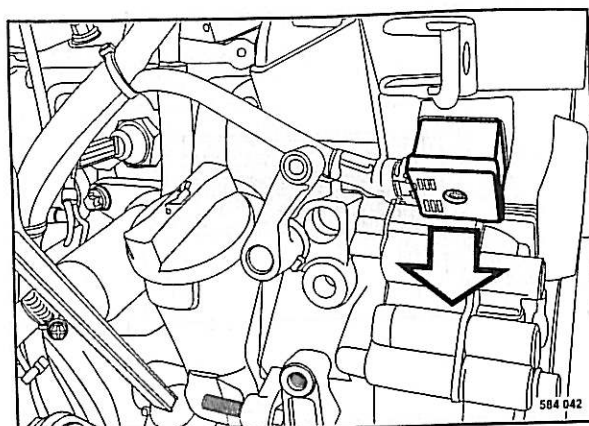

Fig. 108
- Soltar el tornillo de fijación del conector del imán de parada (Fig. 108) y quitar el conector.